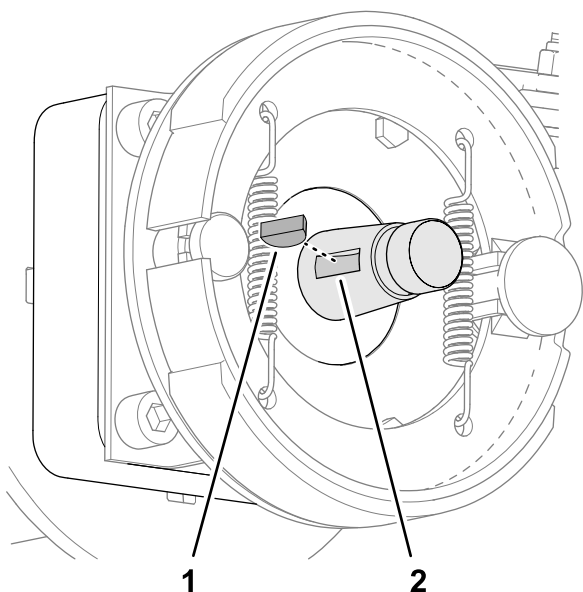

Figura 72
2. Inserte la chaveta semicircular en la ranura del eje del motor de rueda (Figura 72).